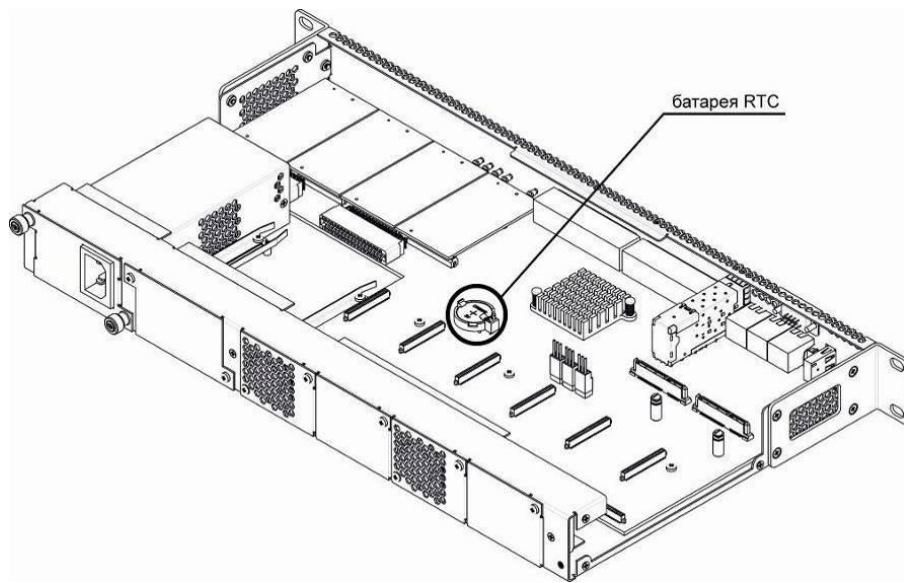
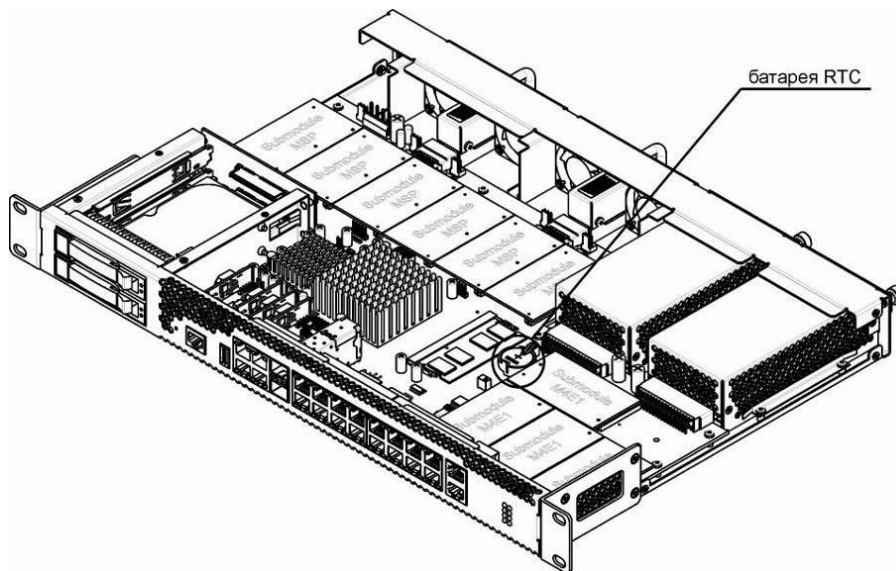

Рисунок 27 – Положение батареи RTC для SMG-1016M
Рисунок 28 – Положение батареи RTC для SMG-2016
5. Извлечь отработавшую батарейку (рисунок 27, рисунок 28) и в аналогичной позиции установить новую.